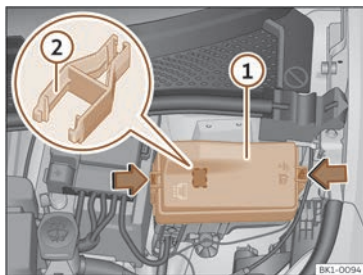

Fig. 197 Dans le compartiment avant : cache du boîtier de fusibles.
- Appuyez sur les languettes de verrouillage pour ouvrir le couvercle du boîtier à fusibles >>> **fig. 197 ①**.
Le boîtier à fusibles peut contenir des pinces en plastique servant à retirer les fusibles >>> **fig. 197 ②**.